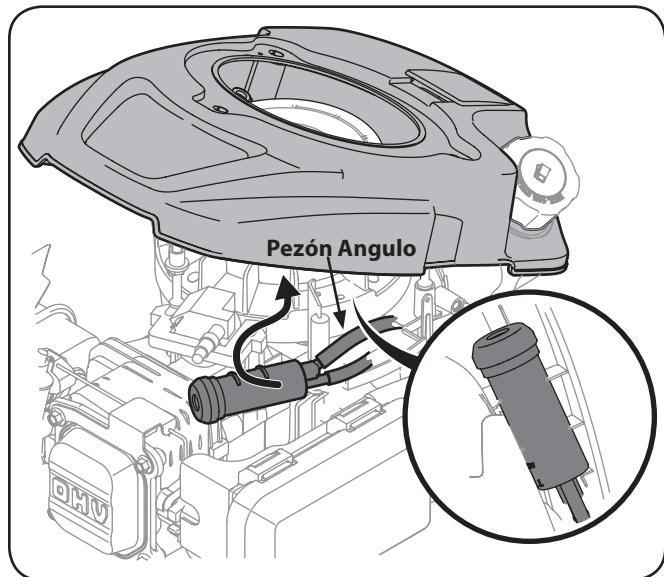

Figura 6-5
- Vuelva a colocar la lata de carbono conjunto del filtro en su lugar debajo del motor interior cubierta. Ver Figura 6-5 recuadro.